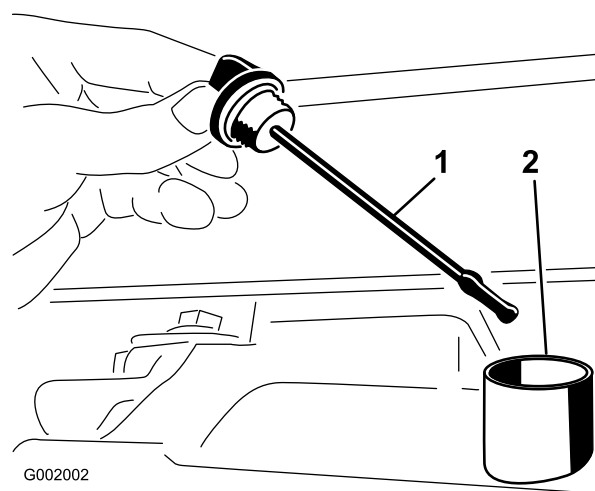

図 65
- トランスアクスルのディップスティックを抜き、ウェスで一度きれいに拭く (図 65)。